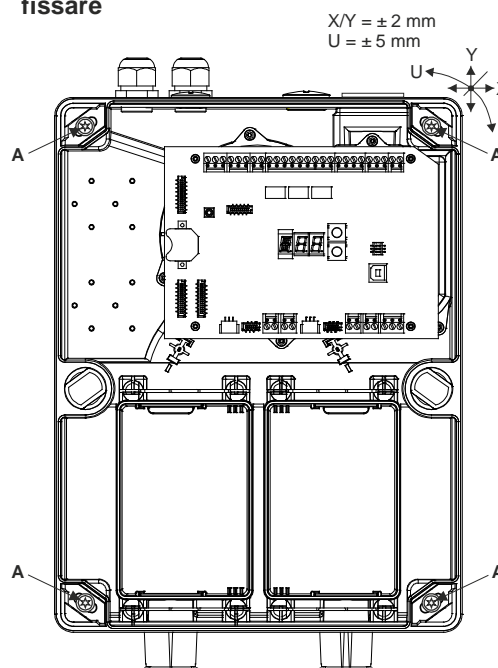

Fig. 2 Apertura e chiusura della cassetta rivelatore
- Per azionare le **chiusure girevoli a scatto**, queste vanno **premute con forza** verso il fondo dell'alloggiamento, usando il cacciavite, e poi **ruotate** di 90°. La posizione dell'asola della chiusura ne indica lo stato (vedi anche **Fig. 2**):